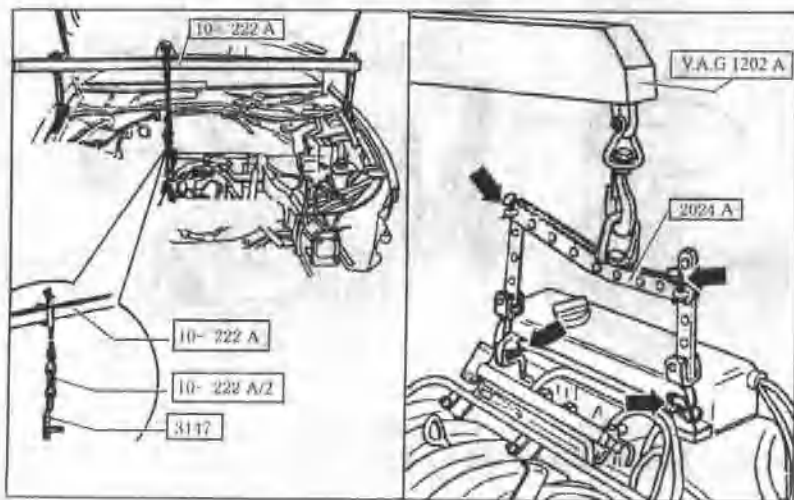

图 1-1 吊装发动机
(1) 先记清无线电等设备的编码和查询防盗编码;然后才能关断点火开关,拆下蓄电池负极线,松开或断开所有电缆插头。
(2) 拆下防护底板和前保险杠;放掉防冻液,拆冷却管和真空管;拆下转向助力系统有关的部件,但不得打开液压油回路;拆卸带附件的固定支架;拆下驱动皮带;在不打开空调制冷剂回路的情况下拧下制冷管的固定夹,拆空调压缩机,并将其挂在车体上。
(3) 拆下起动机、前排气管和空滤器;拆下进气歧管罩盖;取下节气门的拉索滑轮和支座处的节气门拉索(不要把插槽与支座分离);因燃油路有压力,应在松开处放置抹布,以防燃油飞溅。
(4) 拆下发动机上部左右两边支承的固定螺母;如图 1-1 所示,用小吊车 V.A.G 1202 A 把发动机和变速箱稍微升起,拆下与变速器(自动变速器的变扭器)的螺栓螺母;把吊钩 10-